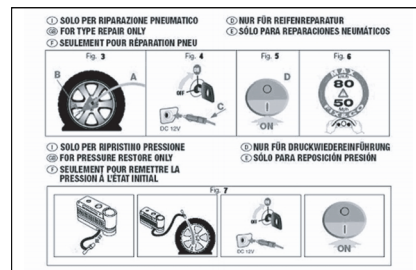

Рис. 12
- ☐ руководство по эксплуатации (см., **рис. 12**) набора для быстрого ремонта шин, в дальнейшем должно быть передано работникам, ремонтирующим шину